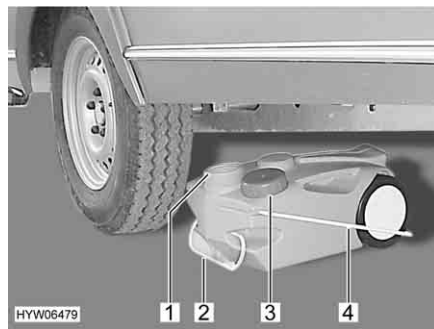

Bild 151 Abwassertank, fahrbar
- Öffnung des Abwassertanks (Bild 151,1) mit dem Deckel (Bild 151,3) schließen.
- Den Abwassertank am Griff (Bild 151,2) herausziehen.
- Tragegriff (Bild 151,4) nach oben klappen und Abwassertank aufstellen.